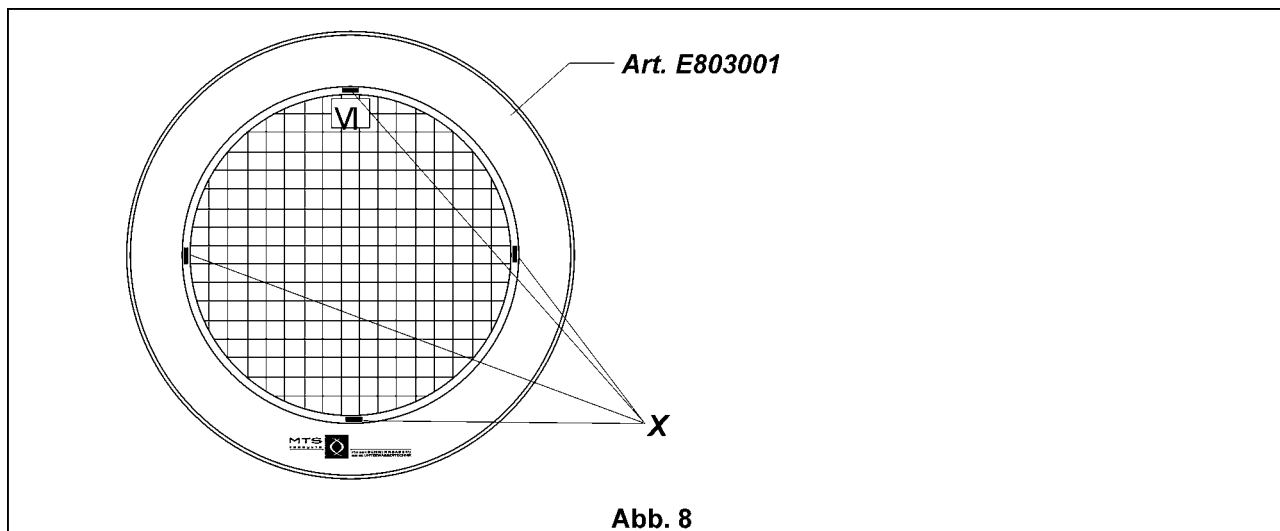

Abb. 8
zu Abb. 8 (X) an den Stellen den Schraubendreher ansetzen